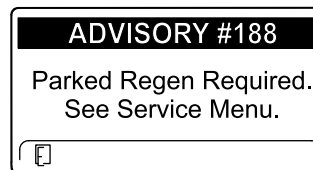

Figura 55
- É necessária regeneração em estacionamento AVISO N.º 188 (Figura 55)